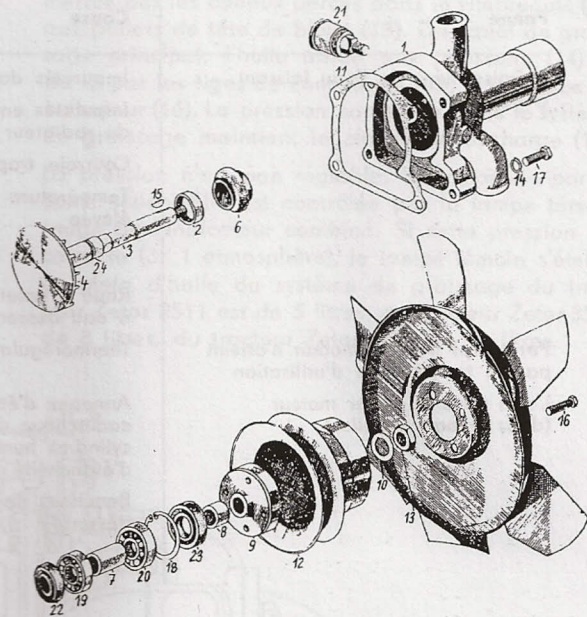

Fig. 10
1. Par le moyeu de poulie (fig. 10/9) serrer la pom-
pe entre les mâchoires d'un étau, dresser la rondelle de sûreté et dévisser l'écrou M 14×1,5 (fig. 10/3). Chasser le moyeu de la poulie (fig. 10/9) de l'arbre de la pompe à eau (fig. 10/3) et expulser la clavette hors de la rainure de l'arbre de pompe.
2. La roue à palettes (fig 10/4) est emmanchée sur l'arbre. Expulser celui-ci même avec l'arbre (si l'on n'as pas la presse, effectuer cette opération en frappant légèrement sur l'arbre en se servant d'un mandrin de cuivre; attention au filet!). On n'expulse la roue à palettes qu'en cas de remplacement d'une de ces deux pièces.
3. En expulsant la roue à palettes, expulser aussi l'anneau de pression (fig. 10/2).
4. S'il faut remplacer le roulement à billes 6303 ou le roulement 6203 déposer d'abord le joint de l'arbre avant et l'anneau de retenue (fig. 10/18). Puis expulser à la presse le roulement 6303, le tube d'entretoise (fig. 10/7) et le roulement 6203.